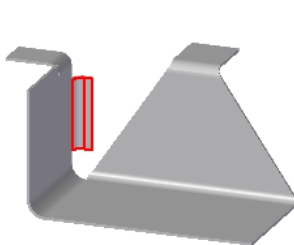
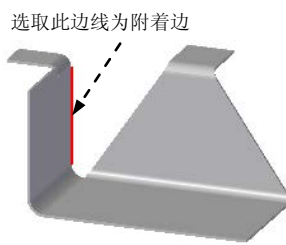

图 3.6.29 弯边特征 4
图 3.6.30 定义附着边
(5) 定义折弯半径及止裂槽参数。单击“弯边选项”按钮，取消选中 ☐ 使用默认值* 复选框，在其 **折弯半径 (R)** 文本框中输入值 3.0，然后单击 **确定** 按钮。
(6) 单击 **完成** 按钮，完成特征的创建。
Step6. 创建图 3.6.29 所示的弯边特征 4。
(1) 选择命令。单击“主页”功能选项卡“钣金”工具栏中的“弯边”按钮.
(2) 定义附着边。选取图 3.6.30 所示的模型边线为附着边。
(3) 定义弯边类型。在命令条中单击“从两端”按钮，在 **距离** 文本框中输入值 6，在 **角度** 文本框中输入值 90，然后单击“内部尺寸标注”按钮和“外侧折弯”按钮；调整弯边侧方向向内，如图 3.6.29 所示。